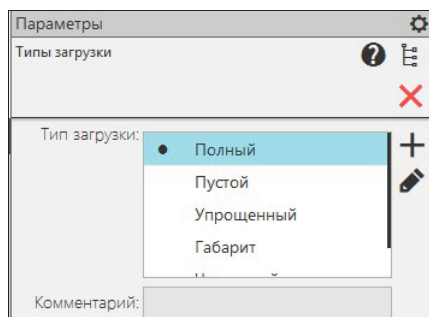

Рис. 25.33. Панель Параметры: Типы загрузки
- ♦ в **Дереве модели** выделите ПК мышью основной элемент Редуктор и из контекстного меню выберите команду  — **Типы загрузок**. Появляется панель **Параметры: Типы загрузок** с окном **Тип загрузки** (рис. 25.33). Примененный тип загрузки отмечен маркером-"кружком";